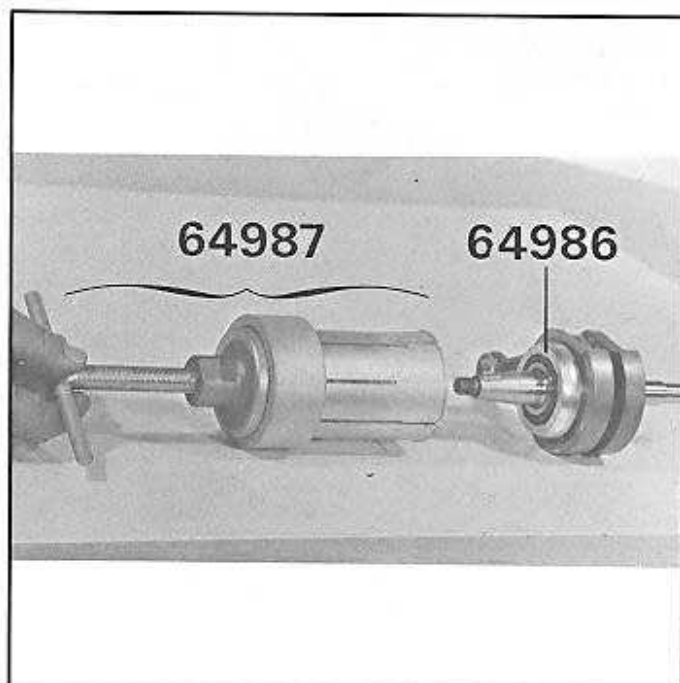

Fig. 63
- Placer sur le roulement les deux coquilles n° 64986 (14), et coiffer ces coquilles avec l'outil d'extraction n° 64987 (T0014499) fig. 63.